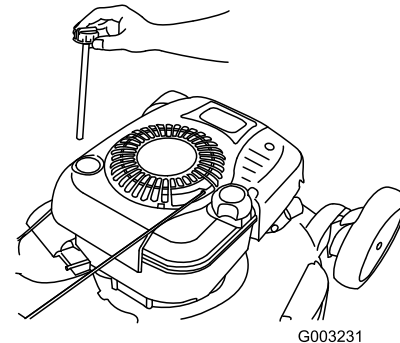

Bild 35
2. Ziehen Sie den Peilstab heraus (Bild 35).